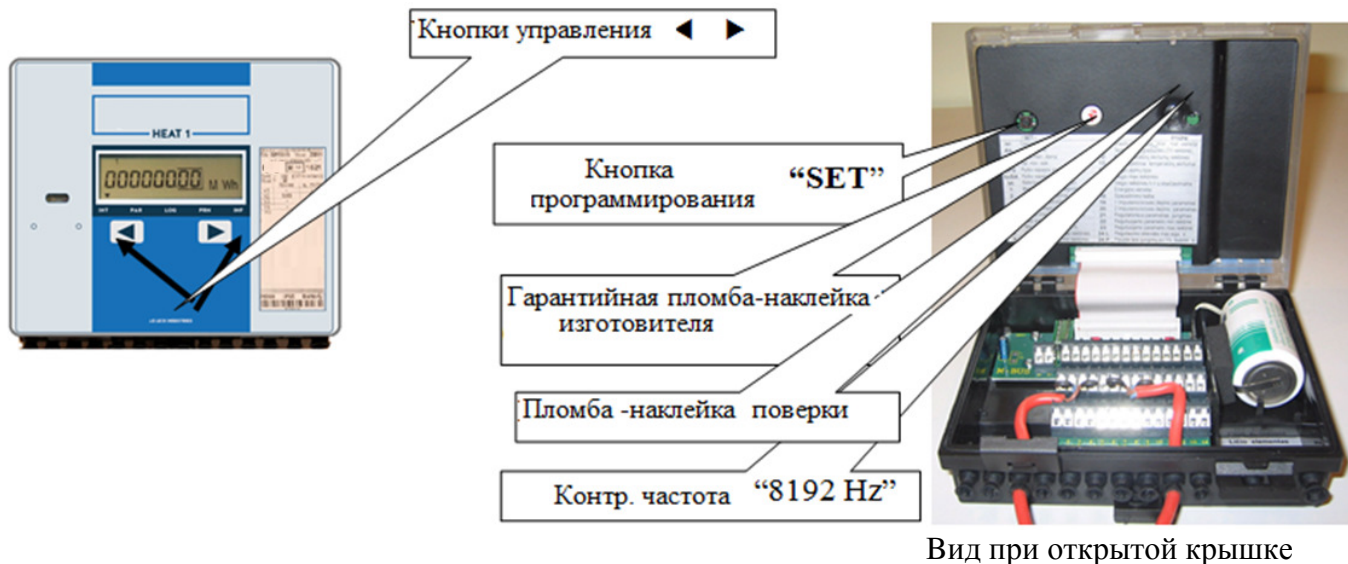

Рис.7.1. Общий вид электронного блока
7.2.1.Для ввода настроечных параметров необходимо нажать кнопку “SET”, находящуюся на крышке электронного модуля (рис. 7.1). На индикаторе в верхнем правом углу высвечивается “SET”. Ввод значений настроечных параметров осуществляется при помощи кнопок управления
◀ ▶, находящихся на передней панели электронного блока (рис.7.1). При повторном нажатии на кнопку “SET”, вычислитель выходит из режима настройки.